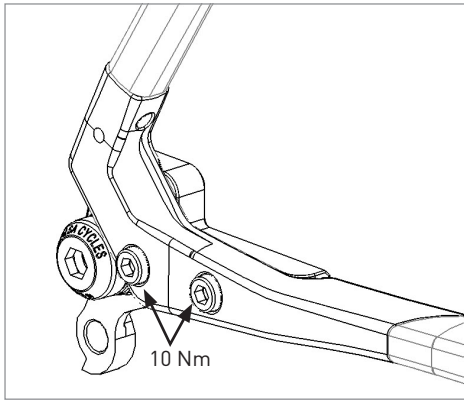

Figure 6
14. Serrez les quatre vis M6 à 10 Nm à l'aide d'une clé à six pans de 5 mm (figure 6).